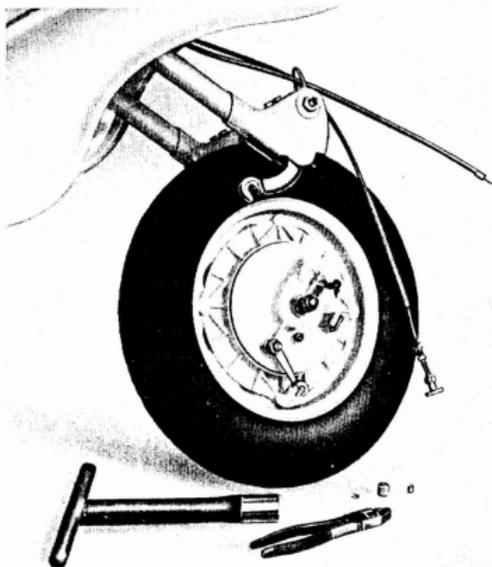

Fig. 37
- 58 Desmontar la rueda: aflojar las dos tuercas de sujeción del perno de la rueda sobre las palancas porta-rueda (llave de 22) e inclinar la máquina para sacar la rueda. Véase fig. 37.